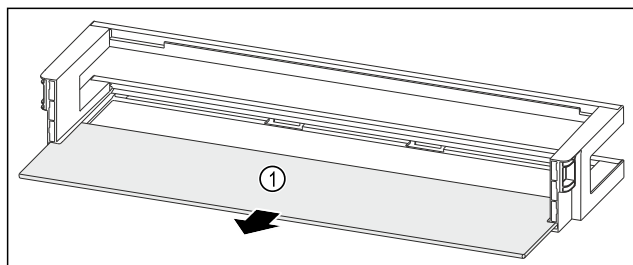

Fig. 87 Estantes en la contrapuerta con estante
- Retire el estante Fig. 87 (1).